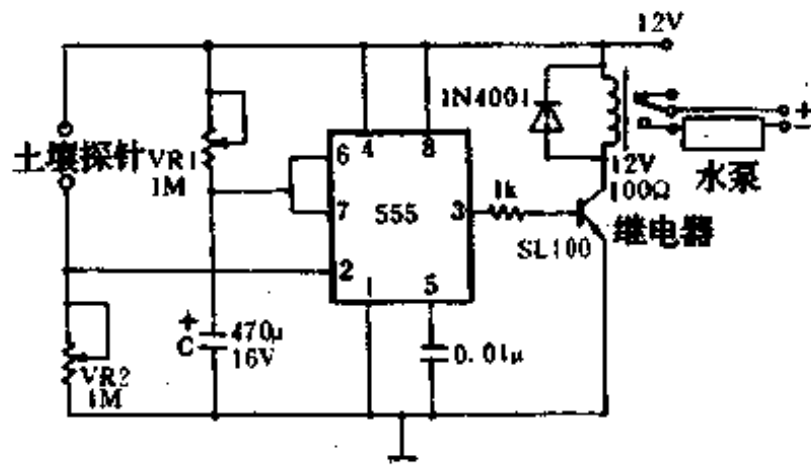

图 1-329
电路由 555 时基集成电路、晶体管驱动器、直流继电器、水泵和土壤探针所组成(如图 1-329 所示)。当土壤较干燥时,插入土中的探针间电阻就增大,因而集成块 555 的②脚从电源 12V 上分得的电压下降到  $1/3V_{CC}$  ( $V_{CC}=12V$ ) 以下,使触发比较器起动,555 的③脚输出高电位,晶体管驱动管导通,继电器接点动作,将水泵电源接通。555 集成块③脚输出高电位的持续时间,由 VR1 调整确定,用以下公式计算:  $T(\text{分})=1.1RC/60 \times 10^6$  其中  $T(\text{分})$  为 555 集成块在③脚输出高电位的延续时间,  $R$  (即 VR1 用欧姆作单位)  $C$  用微法作单位。